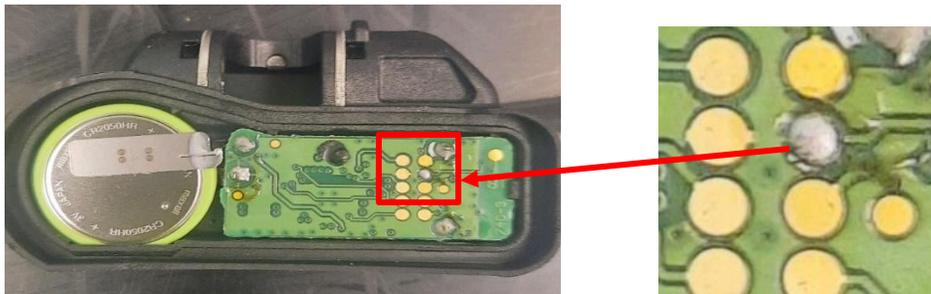

Ilustración 25 Soldadura en el Pat
- ✓ Se realizó prueba de un pallet con parámetros incorrectos (ilustración 25 soldadura en el Pat)